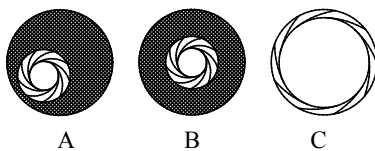

图 6
11) 聚光镜的调节—聚光镜调中，见图 6。
- b. 如果聚光镜没调节好的话，光栏像不清晰并且不在视场中心，如图 6 A 所示。